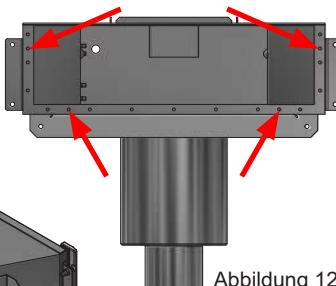

Abbildung 11
5. Vor dem Betonieren den freigelegten Flansch der Überlaufeinrichtung und die Öffnungen durch eine Abdeckung vor hässlichen Flecken durch Betonspritzer schützen. Die Öffnungen hinten am Überlauf für Füllstandsregelung, überschüssiges Wasser und Auffüllen können mit den beiliegenden Stopfen verschlossen werden, siehe Abb. 11.